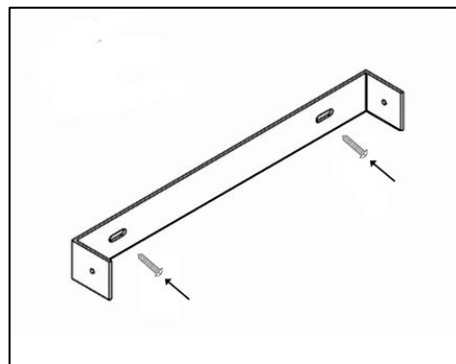

Figura 16
- Deslice la cubierta interna de conductos hasta 2 pulgadas antes de deslizar completamente la cubierta de conductos en la campana. Refiérase a la Figura 16.